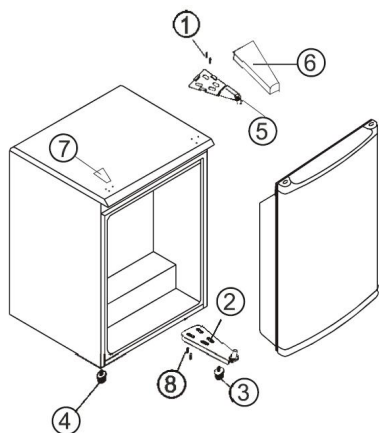

FIGURE 1
- Pendant le transport, le déplacement et le placement, le réfrigérateur ne doit pas être basculé de plus de 40° de la ligne verticale. Si pourtant une telle situation arrive, laissez l'appareil min. 2 heures après son placement sans le brancher (fig. 1).